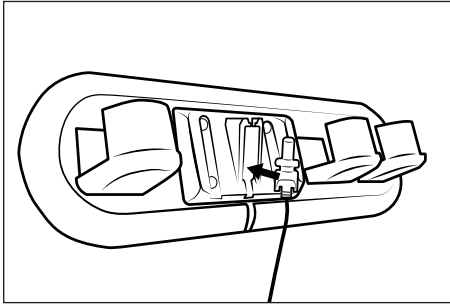

Abb. 4
- 1) Nehmen Sie die Wandhalterung **18** aus der Zubehörhalterung **17**. Setzen Sie den Hohlstecker **11** des Netzadapters **10** in die Wandhalterung **18** ein (siehe Abb. 4). Fixieren Sie den Hohlstecker **11**, indem Sie ihn drehen.